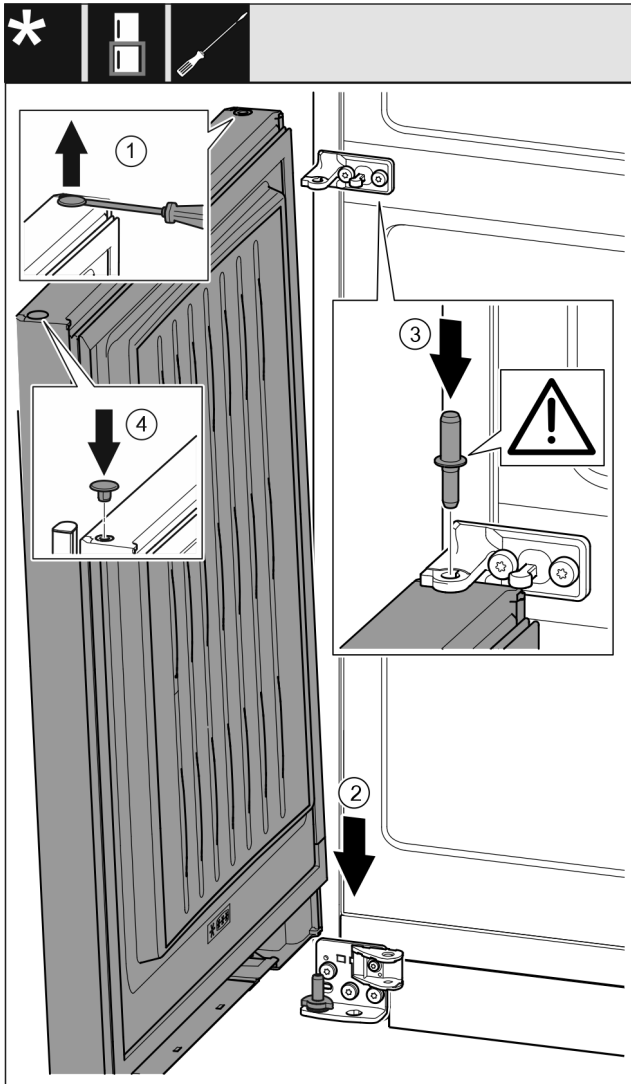

Fig. 41
- Ngrini lart me kujdes tapat me një kaçavidë me kokë petë dhe nxirrini jashtë. Fig. 41 (1)
- Futni derën nga lart mbi kunjin e kapjes nga poshtë. Fig. 41 (2)
- Futni në derën poshtë kunjin e kapjes në mes duke e kaluar përmes bazamentit mbështetës në mes. Këtu bëni kujdes që gungat e kapjes të jetë të kthyer nga poshtë. Fig. 41 (3)
- Vendosni sërish tapat në anën tjetër të derës. Fig. 41 (4)